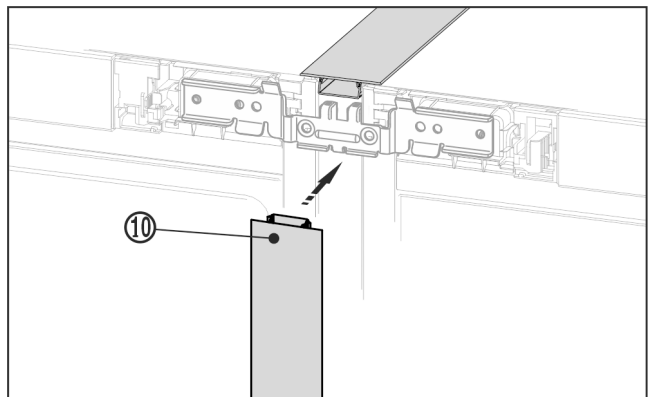

Fig. 23 *
- À l'avant, pousser la baguette longue Fig. 23 (10) dans la fente verticale. Veiller à ce que la baguette repose sur la tôle de jonction.*